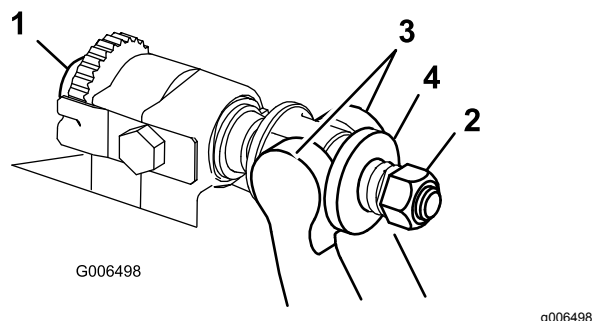

Figura 37
1. Ruotate le viti di regolazione della barra di appoggio in senso antiorario per allontanare la controlama dal cilindro (Figura 37).
2. Allentate il dado di tensione della molla finché la rondella non sarà più in tensione contro la barra di appoggio (Figura 37).